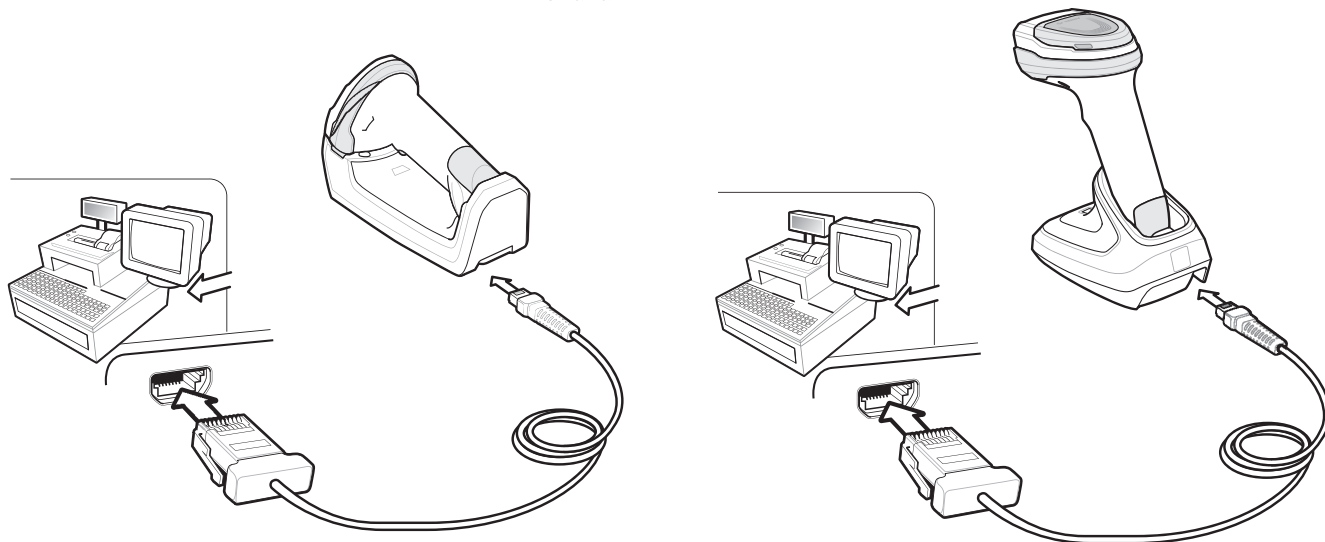

図 11-1 IBM 直接接続
- ✓ **注** 必要なインタフェース ケーブルは、構成に応じて異なります。図 11-1 に示したコネクタは、あくまでも例です。コネクタはイラストと異なる場合がありますが、クレードルに接続する手順は同じです。